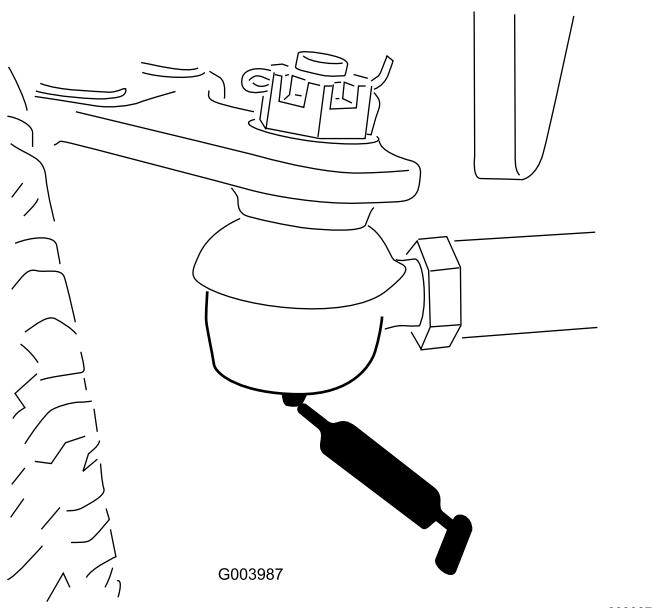

Bild 62
- Spurstange der Hinterachse (2)—Bild 62